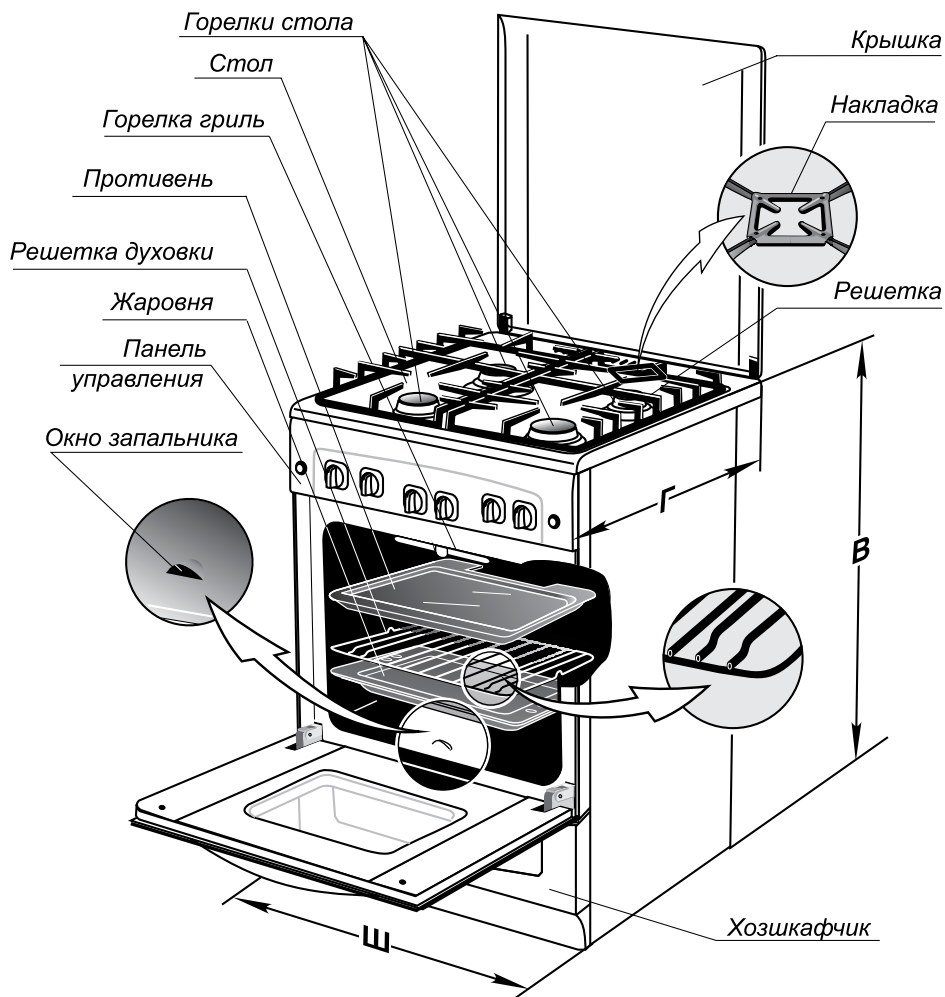

Рис.1
- (см. рис. 1) для плит мод.6100, 6300, 6500, 6700(с ножками) - 600х600х850